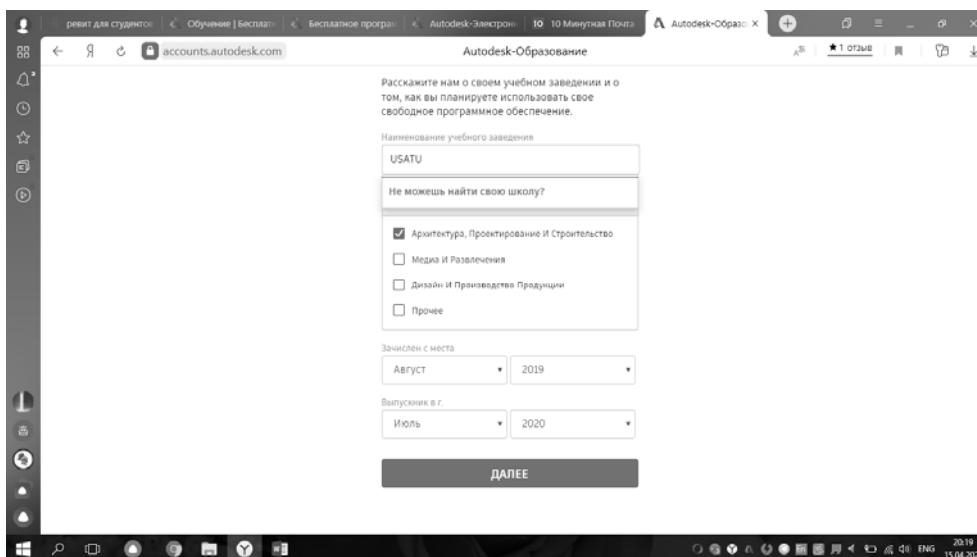

Рис. 8.5
7. При заполнении наименования учебного учреждения нажмите на кнопку «Не можешь найти свою школу» (рис. 8.5).